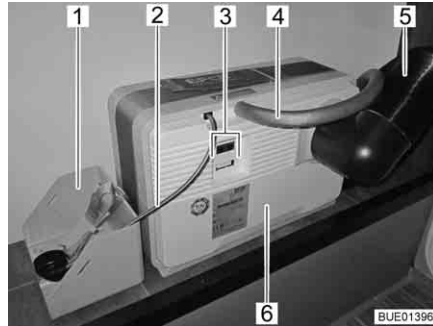
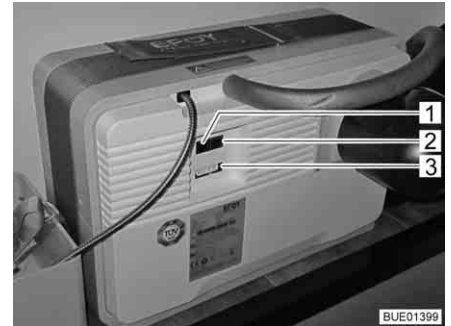
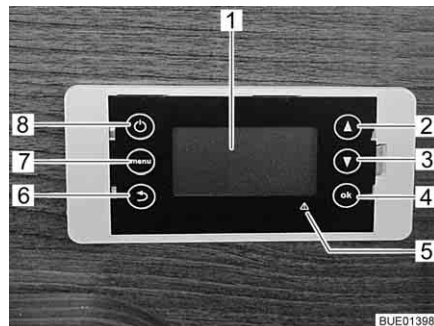

Fig. 119 Pila a combustibile con cartuccia del serbatoio
Fig. 120 Campo di collegamento pila a combustibile
Fig. 121 Centralina di controllo per pila a combustibile
La pila a combustibile è composta da diversi componenti che sono montati nel gavone di coda (Fig. 119) e da una centralina di controllo (Fig. 121) posto nel vano abitabile.
Sulla pila a combustibile (Fig. 119,6) si trovano:
- il collegamento per il tubo di scarico (Fig. 119,4) o l'apertura di rifornimento per il fluido di servizio
- il condotto del calore disperso (Fig. 119,5)
- collegamenti elettrici (Fig. 119,3) con interfaccia dati (Fig. 120,2), collegamento dell'apparecchio (Fig. 120,3) e collegamenti per il pannello di controllo (Fig. 120,1)
Alla pila a combustibile appartiene una cartuccia del serbatoio che viene collegata tramite il relativo collegamento (Fig. 119,2) alla pila a combustibile (Fig. 119,6).
La cartuccia del serbatoio è fissata al rispettivo supporto (Fig. 119,1).
La pila a combustibile carica automaticamente le batterie del vano abitabile non appena la loro tensione scende sotto i 12,3 V e la pila a combustibile viene attivata tramite il tasto On/Off (acceso/spento) (Fig. 121,8).
- Centralina di controllo** Il display (Fig. 121,1) della centralina di controllo è a quattro righe. Nella prima riga viene visualizzata la modalità di funzionamento impostata:
- Il tasto Menu (Fig. 121,7) consente di richiamare il menu principale:
- In caso di guasti l'indicazione di guasto in rosso (Fig. 121,5) si accende e sul display viene visualizzato un avviso. L'avviso contiene un codice di errore e indicazioni sulle possibili soluzioni del guasto.